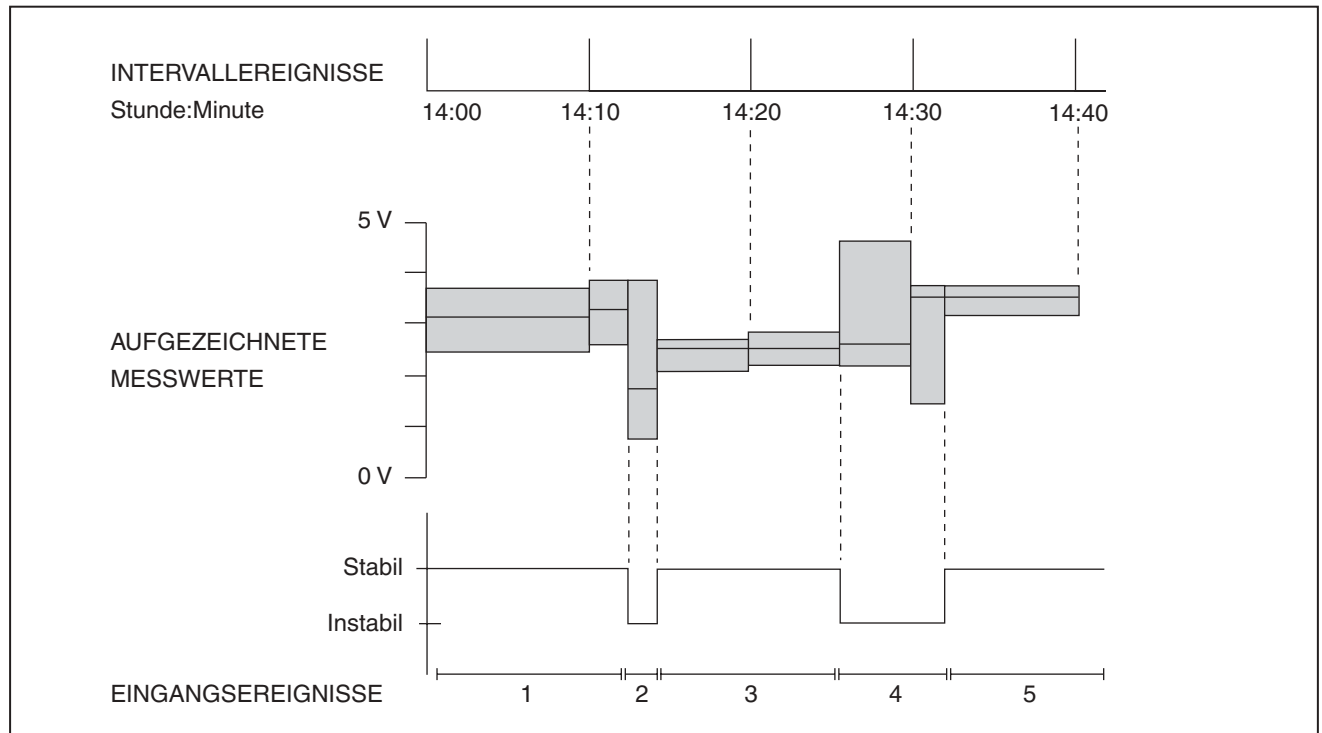

Abbildung 2. Intervallereignisse und Eingangsereignisse
Eingangseignisse werden mit dem Attribut *stabil* oder *instabil* beschrieben. Stabile Eingangseignisse umfassen Messwerte, die innerhalb der benutzerdefinierten Einstellungen liegen. Instabile Eingangseignisse umfassen Messwerte, die außerhalb der benutzerdefinierten Einstellungen liegen. Siehe Abbildung 2.
- *Intervallereignisse* werden aufgezeichnet, wenn das benutzerdefinierte Aufzeichnungsintervall endet. Intervallereignisse können als eine Reihe von Messwerten verstanden werden, aufgeteilt nach Zeit in Abschnitte. Siehe Abbildung 2.